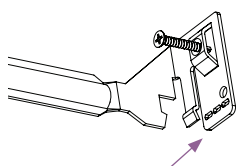

fig. 1 (opcional)
- Si el espesor del cielorraso fuera de 19,05 mm (0,75 pulg) o mayor: Utilice alicates para quebrar las pestañas en el extremo de ambas barras de colgado (consulte la fig. 1).